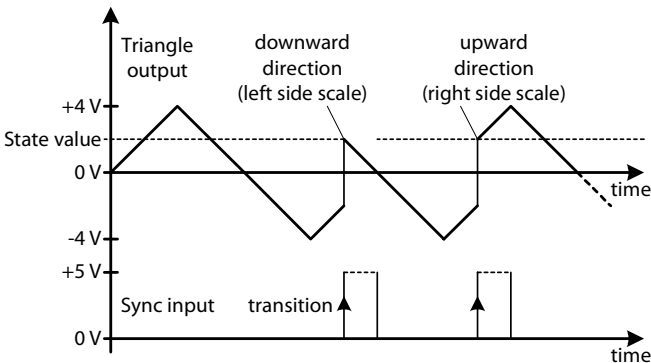

Abb. 6a State - Sync
Eine positive Überschreitung der Triggerspannung von ca. $+3\text{ V}$ an der Sync-**Buchse (11)** bewirkt ein einmaliges und schlagartiges Setzen der Dreiecksspannung auf den voreingestellten **State-Wert**, während der LFO ungehindert weiterschwingt. Die **Run/Set Buchse (15)** ist intern über einen Schaltkontakt mit $+5\text{ V}$ verbunden, so dass der Oszillator im Normalzustand frei schwingen kann. Ein eingestecktes Kabel, auch bei offenem Ende, bzw. angelegte 0 V bewirken ein dauerhaftes Setzen des Dreiecksausgangs auf den State-Wert, und zwar solange bis ein $+5\text{ V}$ Signal den Oszillator wieder freigibt. Die **Abb. 6a, 6b** veranschaulichen noch einmal die Auswirkungen von Sync und Run/Set im **freilaufenden LFO Modus**.